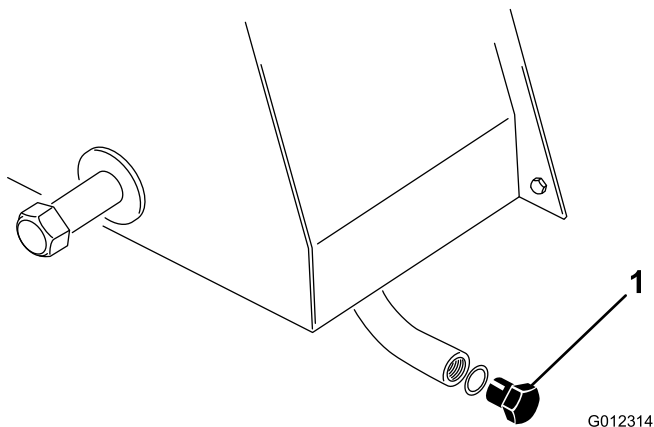

Figure 42
1. Desserrez le bouchon de vidange (Figure 42) d'un demi-tour et laissez couler le liquide dans le bac de vidange jusqu'à ce que l'huile hydraulique ne contienne plus d'eau.
1. Enlevez le bouchon de vidange (Figure 42) du réservoir et laissez l'huile s'écouler dans un bac de vidange. Resserrez le bouchon quand la vidange est terminée.